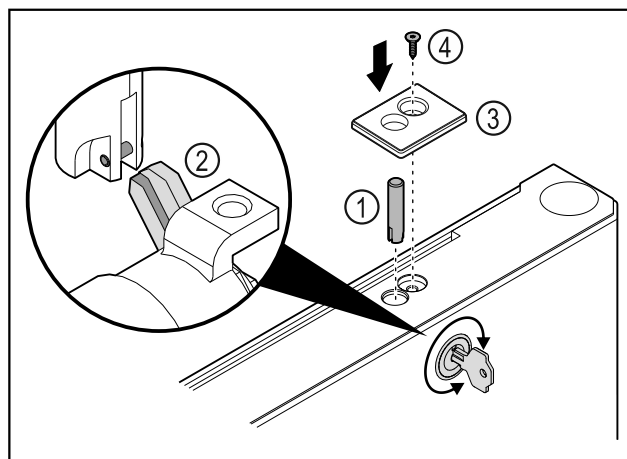

Fig. 47
- 插入锁销 Fig. 47 (1)。
- 轻轻转动锁，让锁销 Fig. 47 (2)卡入到锁的槽口中。
- 装入盖板 Fig. 47 (3)。
- 插入螺栓 Fig. 47 (4)。